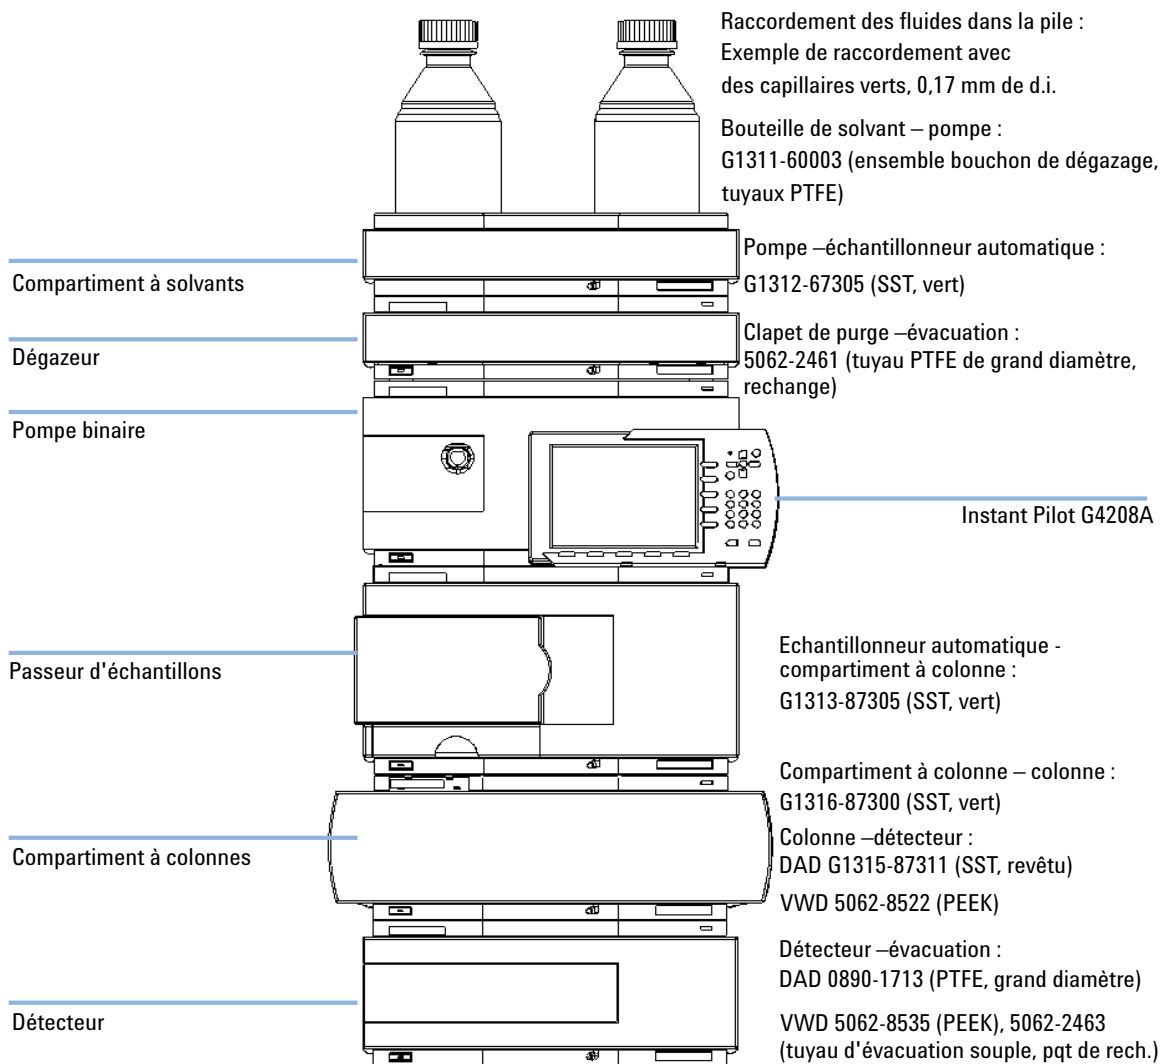

Figure 5 Configuration de la pile recommandée (Vue avant)
- 1 Placez chaque module selon la configuration illustrée sur la figure Figure 5, page 29.
- 1 Placez le dégazeur à vide dans la pile des modules, comme illustré à la Figure 5, page 29.